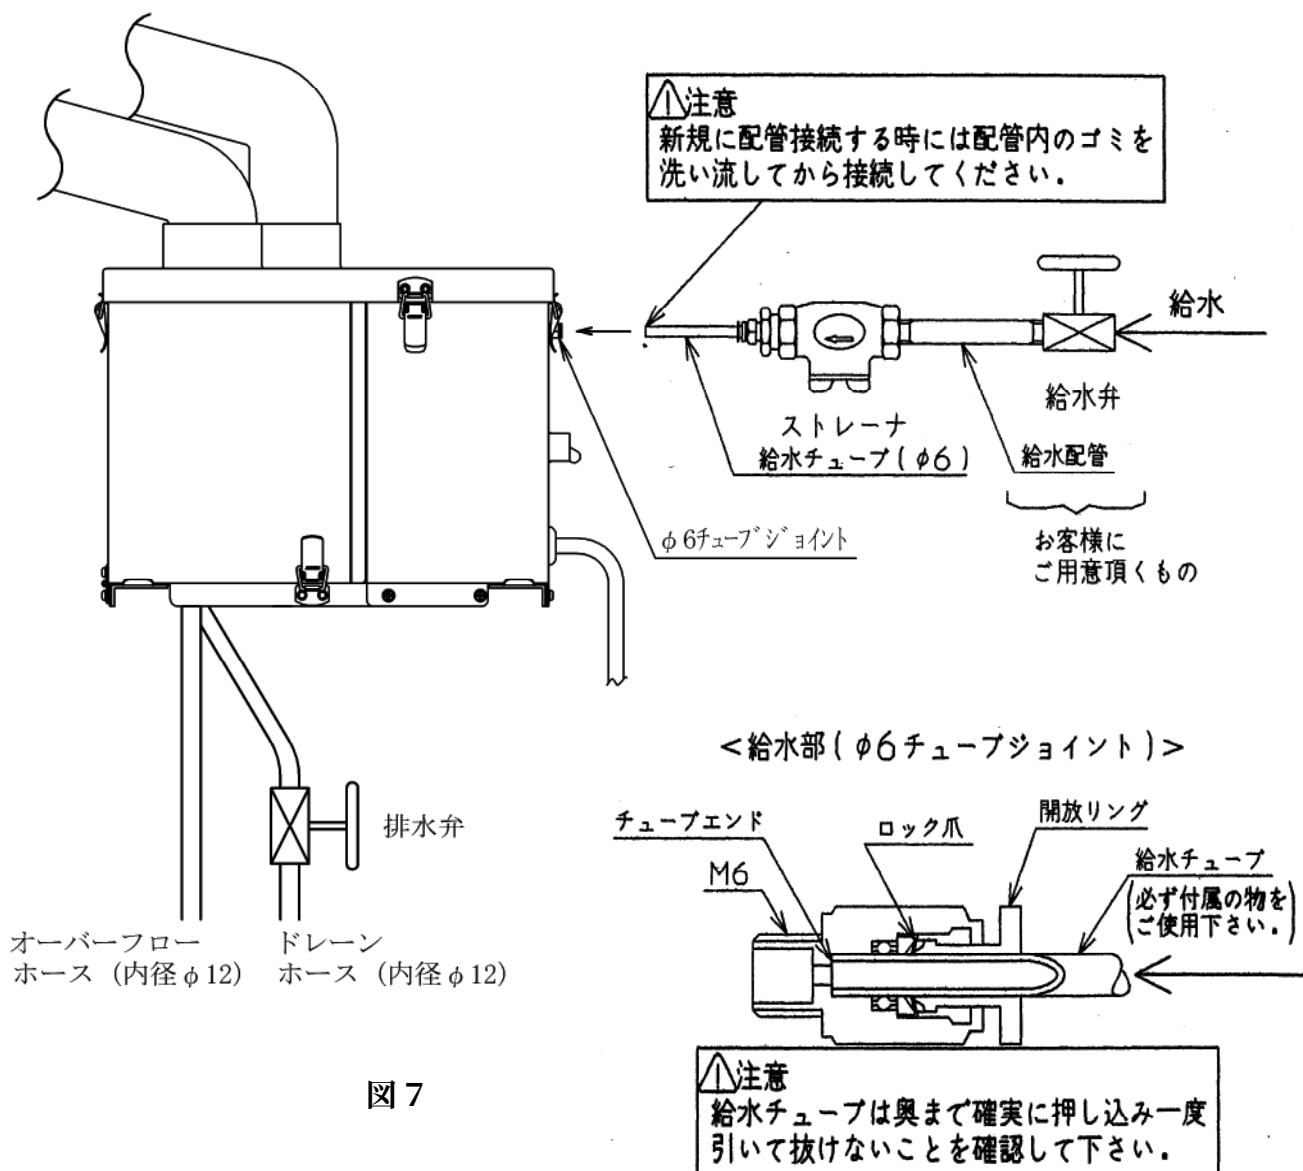

図7
②給水配管(図7)
- 付属のストレーナと給水チューブを接続した後、ご用意頂いた給水弁と給水配管を(図7)の様に接続して下さい。
加湿器本体への接続は、付属の給水チューブで(図7)の様に行ってください。給水チューブは確実に奥まで差し込まないと水漏れの原因となります。
③排水及びオーバーフロー配管(図7)